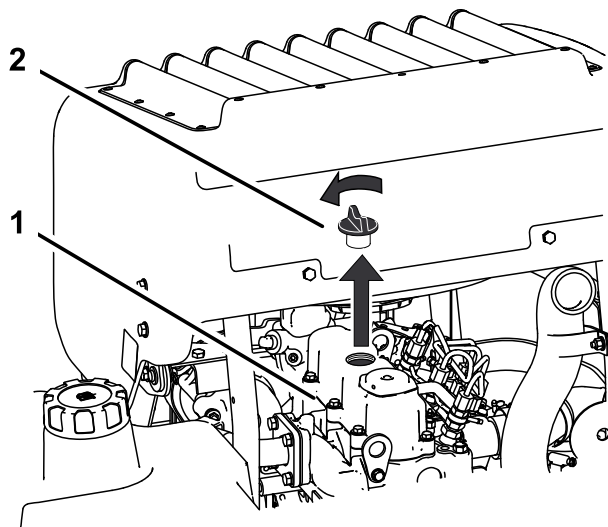

Figura 45
6. Retire el tapón de llenado de aceite de la parte superior del motor (Figura 45). Esto facilitará el vaciado del aceite.
2. Retire el tapón de llenado y la varilla (Figura 45).